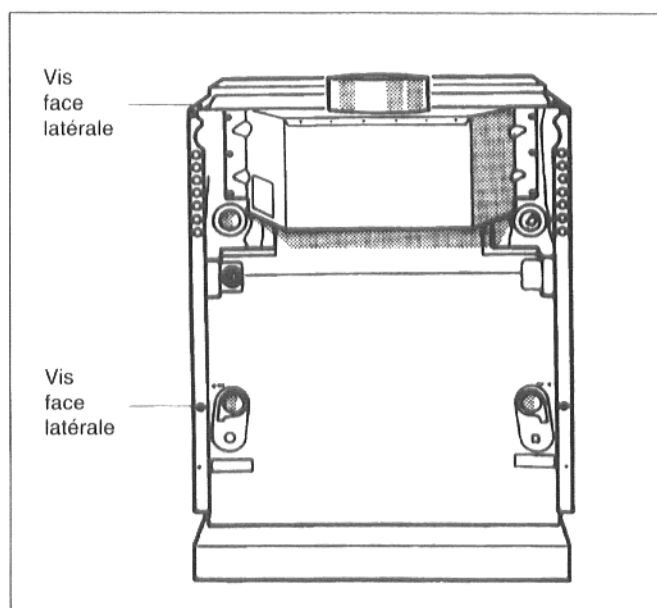

Fig. 13 : Face arrière de la chaudière
- Sur la partie supérieure de la chaudière, fixer la face latérale sur la traverse à l'aide d'une vis Parker (fig. 13).
- Sur la face arrière de la chaudière, fixer la face latérale dans l'écrou carré à l'aide d'une vis Parker (fig. 13).